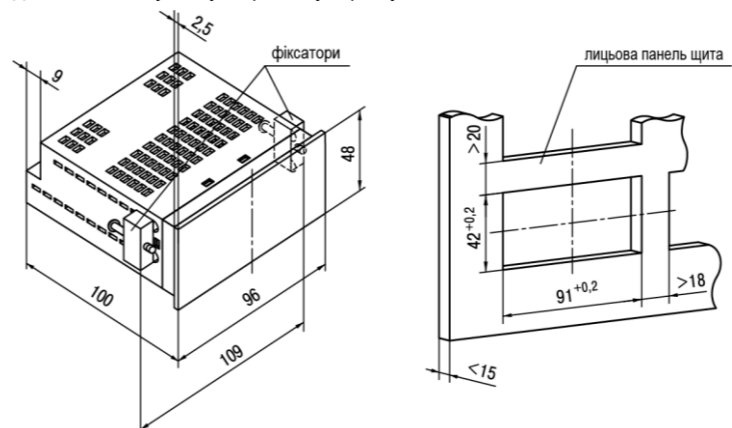

Рисунок 7 – Габаритні розміри корпусу Щ2
1. Підготувати на щиті керування монтажний виріз для встановлення пристрою (див. *рисунок 7*).